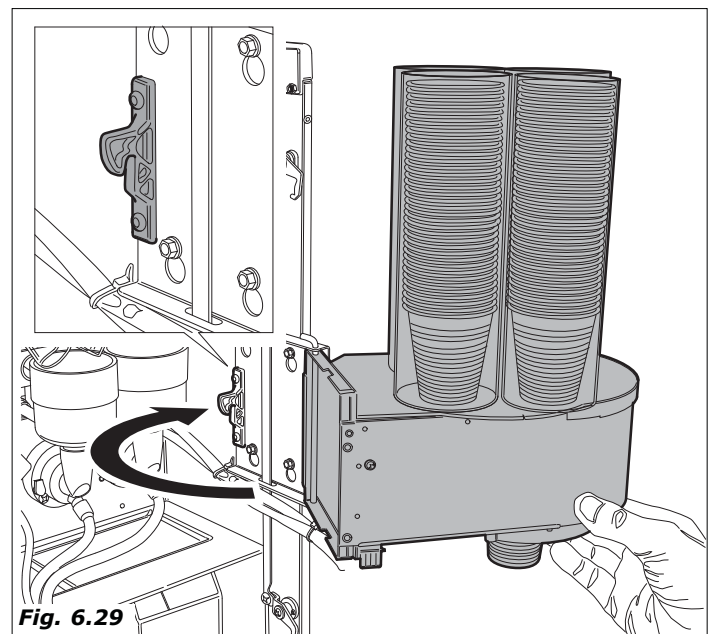

Fig. 6.29
- le cup dispenser se trouve dans la position correcte seulement quand il est accroché à l'arrêt (Fig. 6.29).